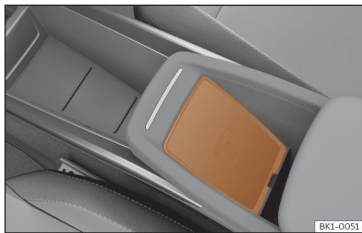

Fig. 160 Na consola central: alojamento para a ligação do telemóvel.
- Coloque o seu dispositivo móvel no centro do alojamento com o ecrã para cima >>> **Fig. 160.**